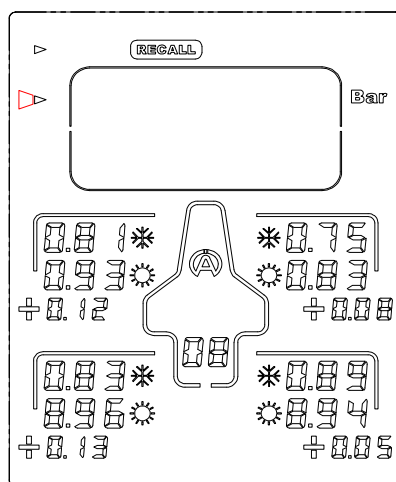

Figura 7
- 2) Com o botão  ou  , seleccione o **"CADRAN"** (figura 7)